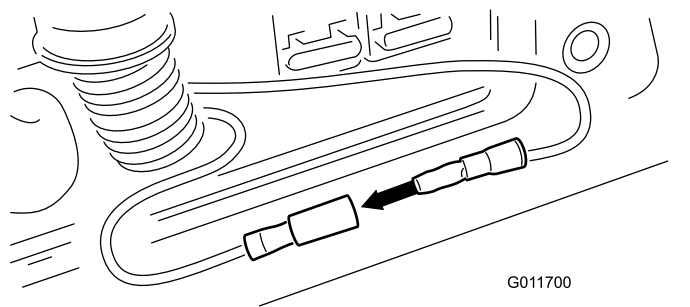

Figura 63
4. Con la llave en posición de Desconectado, retire el tapón de los cables- puente y conecte los dos cables entre sí (Figura 63).